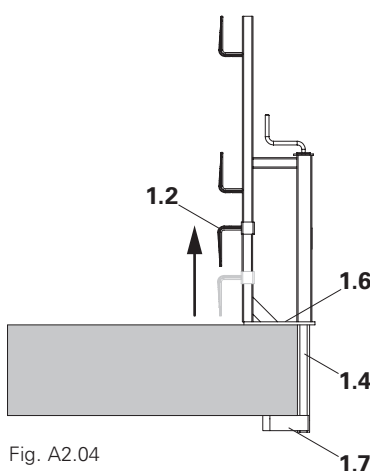

Fig. A2.04
5. Posizionare le traverse (7) negli angolari di fissaggio a L (1.5). (Fig. A2.04)
6. Spingere verso l'alto la staffa per tavola fermapiede (1.2) e posizionare le tavole fermapiede (8). (Fig. A2.04)